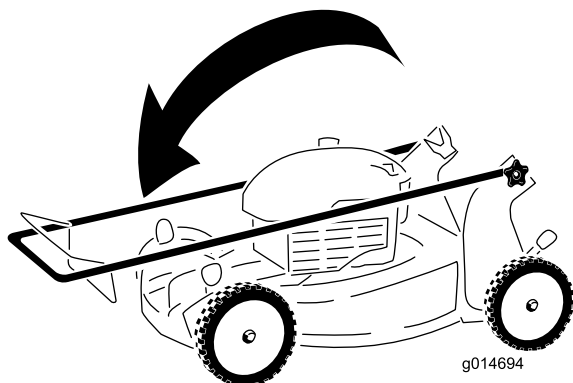

Bild 25
2. Klappen Sie den oberen Griff nach vorne, siehe Bild 25.